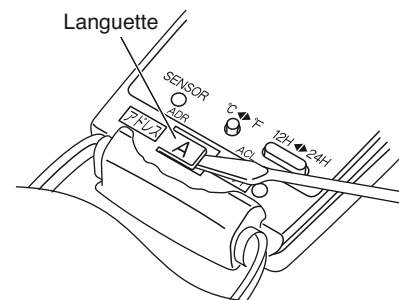
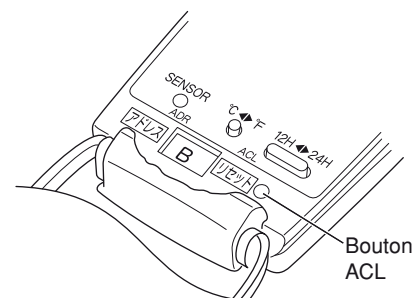

Fig. 62
Fig. 63
- (1) Mettre sous tension.
- (2) Briser la languette de paramétrage de l'adresse marquée "A" de la deuxième télécommande afin d'en changer l'adresse (Fig. 62). Quand cette languette est enlevée, l'adresse passe automatiquement sur B (Fig. 63).
- (3) Appuyer et laisser le doigt sur le bouton QUIET et sur le bouton 1HR. TIMER. Appuyez et laissez ensuite le doigt sur le bouton ACL (Réinitialisation) à l'aide d'un objet pointu comme la pointe d'un stylo. Au bout de 5 secondes, relâchez d'abord le bouton ACL, puis relâchez les boutons QUIET et 1HR. TIMER. Le symbole "oP-1" (marche d'essai) apparaît, en clignotant sur le cadran d'affichage horaire de la télécommande.
- (4) A chaque pression du bouton 1HR. TIMER l'affichage change de la manière suivante.